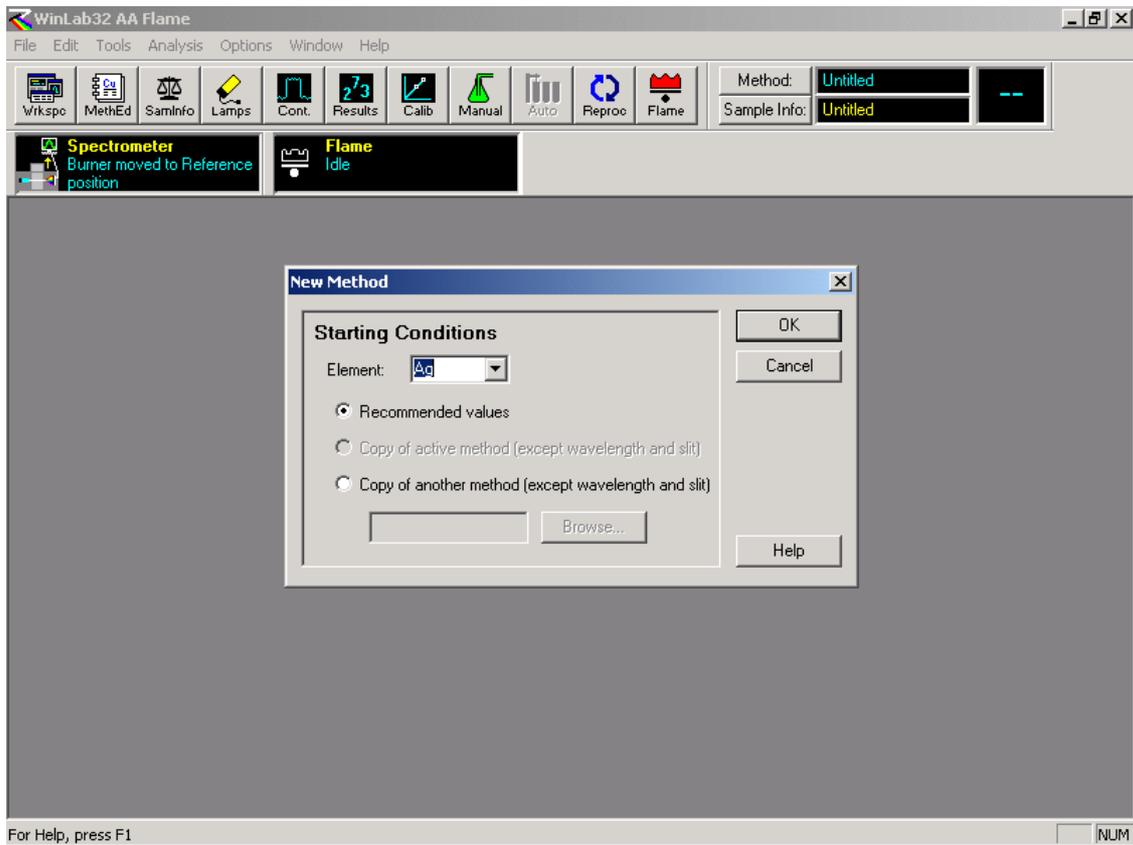

图 4. 方法建立开始条件选择
1.2.1 用鼠标器点击下拉式菜单 File→New→Method, 此时屏幕上出现画面如图 4 所示: